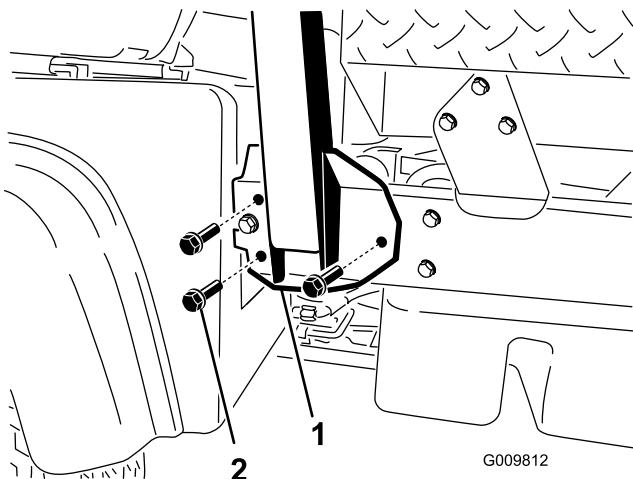

Bild 4
- Fluchten Sie jede Seite des Überrollschutzes mit den Befestigungslöchern an jeder Seite des Fahrzeugrahmens aus, wie in Bild 4 dargestellt.